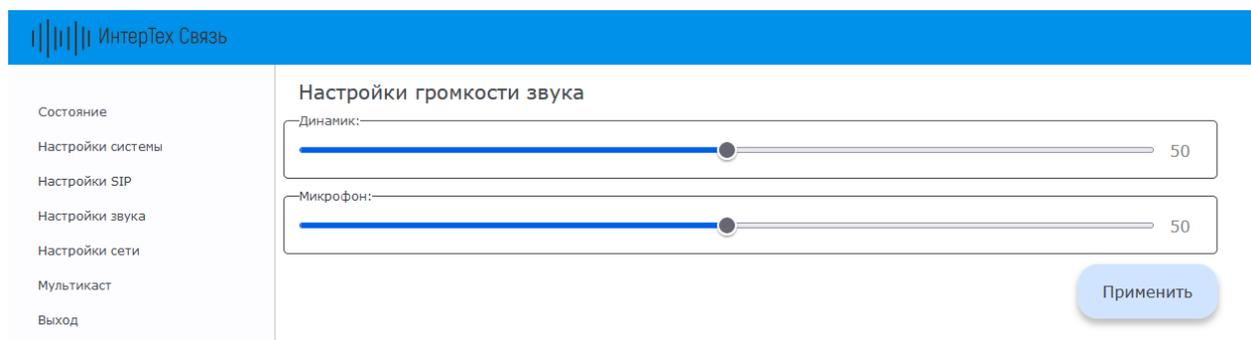

Рисунок 7 – Меню «Настройки звука»
2.5.5.3 Настройка звука осуществляется в меню «Настройки звука» в области «Настройки громкости звука» (рисунок 7).
2.5.5.4 Для настройки звука следует установить необходимые значения и нажать кнопку «Применить» (см. рисунок 7).